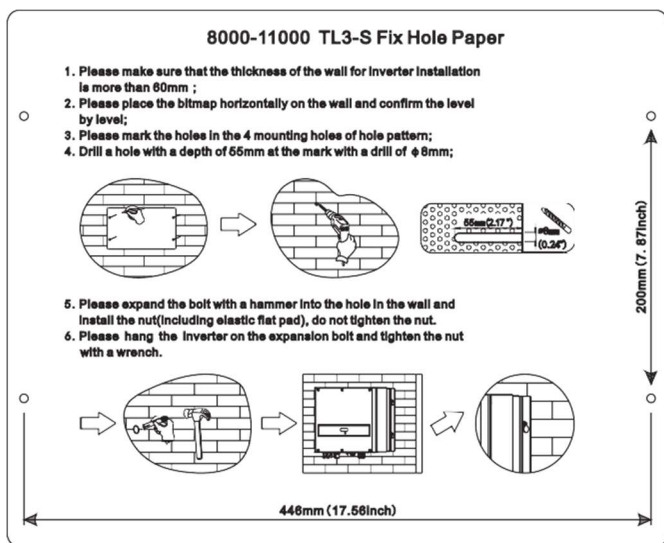

Рис. 5.3
- Просверлите четыре отверстия для анкерных болтов с помощью бумажного шаблона (Рис. 5.3).